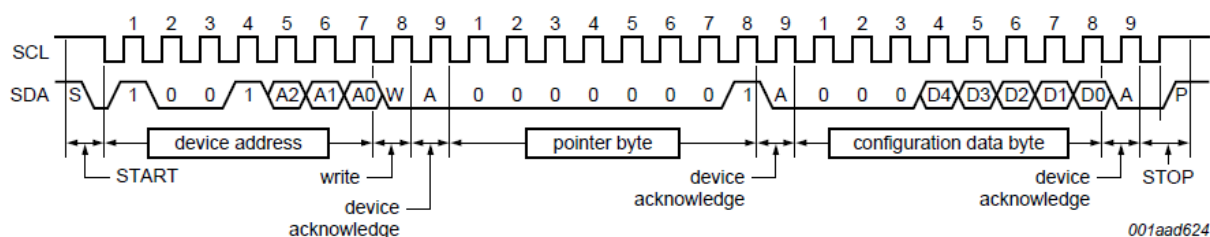

Рисунок 2.4 – Запись настроек в датчик
Для записи настроек в датчик, ведущему (микроконтроллеру) необходимо передать адрес устройства (device address) с командой Write (W), а после подтверждения от ведомого (сигнала ACK), передать адрес регистра настроек (pointer byte) и значение для записи в этот регистр (configuration data byte) (рис. 2.4).